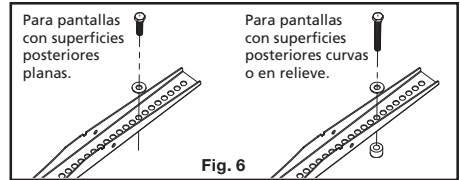

Fig. 6
- Attach the mount arms to the back of your display using the screws identified in Steps 1 and 2 along with the M6 washers (H) (see Fig.6).
3. Coloque los brazos de montaje en la parte posterior de su pantalla usando los tornillos identificados en los Pasos 1 y 2 junto con las arandelas M6 (H) (Ver Fig.6).
- Si le dos de l'écran est arrondi, saillant ou si les trous de montage sont incrustés, il faut utiliser les vis plus longues (E ou G) et les entretoises (I).
- Attachez les bras du support à l'arrière de votre téléviseur à l'aide des vis choisies aux Étapes 1 et 2 ainsi que des rondelles M6 (H) (voir fig. 6).